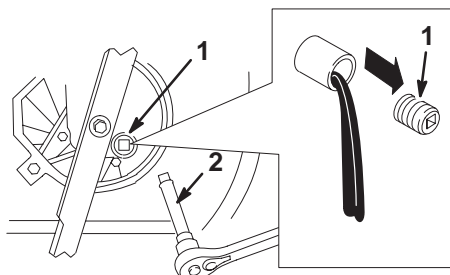

Figure 24
5. Enlevez le bouchon de vidange, remettez la tondeuse dans sa position normale de fonctionnement et laissez l'huile s'écouler dans le bac de vidange (Fig. 24).